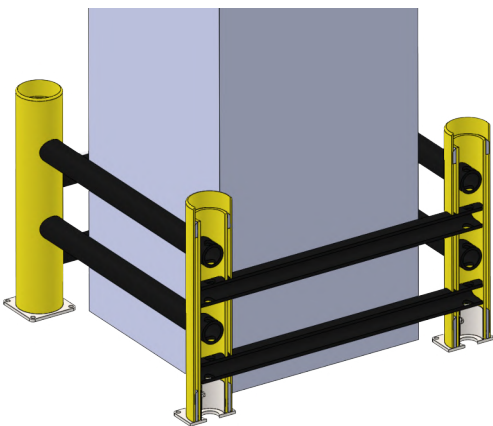

Рисунок 5. Встановлення замикальної секції
5. Аналогічно встановити та зафіксувати трубами діаметром 32 мм останню секцію бар'єра (рис. 5 та 6).